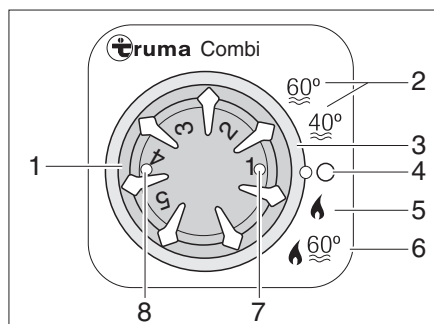

Bild 112 Kontrollenhet för värme/varmvattenberedare
Välj driftläge: ■ Respektive driftläge ställer man in med hjälp av vridströmställaren (Bild 112,3).
Vinter drift Värmesystemet väljer automatiskt rätt brännarsteg motsvarande inställd värmenivå. Vid driftstyp "värmesystem och varmvattenberedare" (Bild 112,6) värms även vattnet i varmvattenberedaren upp. Värmesystemet kan vara i drift med tom varmvattenberedare i driftstypen "värme utan varmvattenberedare" (Bild 112,5).
- Ställ temperaturvredet (Bild 112,1) på kontrollenheten till önskad värmenivå.
- Ställ vridomställaren (Bild 112,3) till vinter drift "värme utan varmvattenberedare" (Bild 112,5) eller vinter drift "Värme och varmvattenberedare" (Bild 112,6).
Den gröna kontrollampan (Bild 112,7) lyser.
- Ställ vridströmställaren (Bild 112,3) i läge "O" (Bild 112,4).